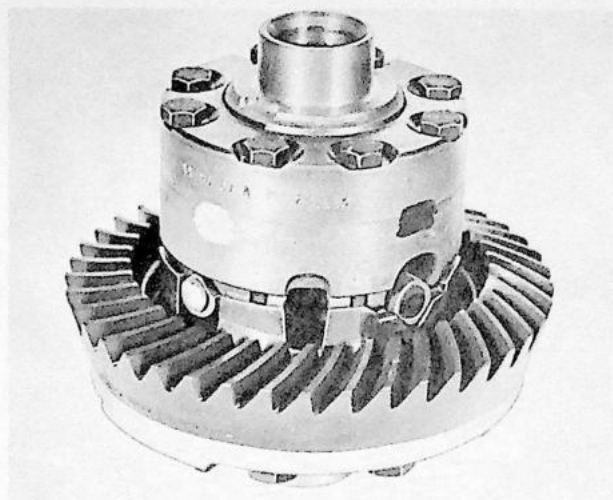

Fig. 4. Het merken van het kruisstuk en differentieelhuis
1. Merk de twee assen van het kruisstuk bij voorkeur met twee kleuren, zoals in Fig. 4 wordt getoond, zodat deze bij de montage de oorspronkelijke stand weer kunnen innemen.